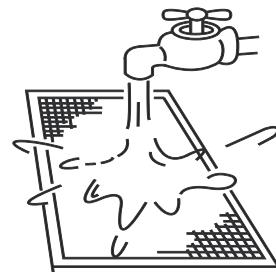

Figura 14.4
- In caso di utilizzo di acqua pulita, il lato di aspirazione dell'aria deve essere rivolto verso il basso (fare riferimento alla Figura 14.4).